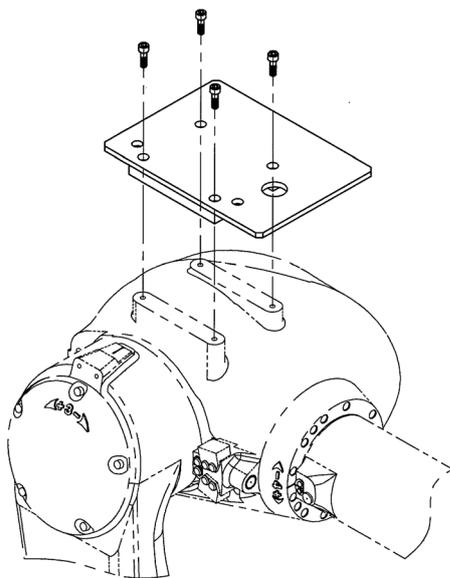

図 1.1 固定ブラケットの取り付け(手順 1)
1. 図1.1を参考に固定ブラケットをアームのショルダー部に取り付けてください。